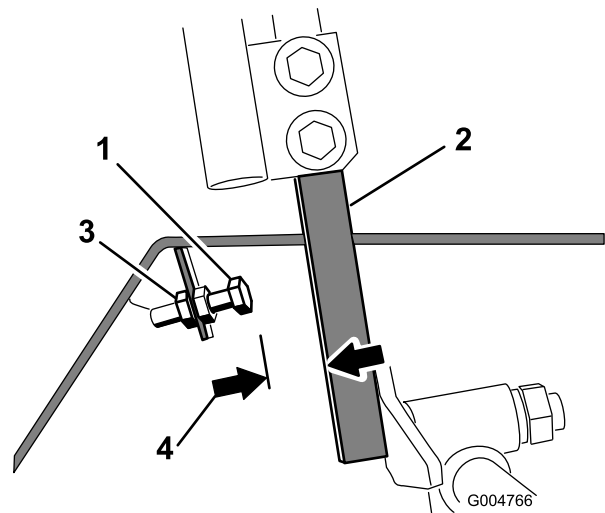

Bild 87
4. Lösen Sie für einen der Fahrtriebshebel die Klemmmutter an der Anschlagschraube (Bild 87).